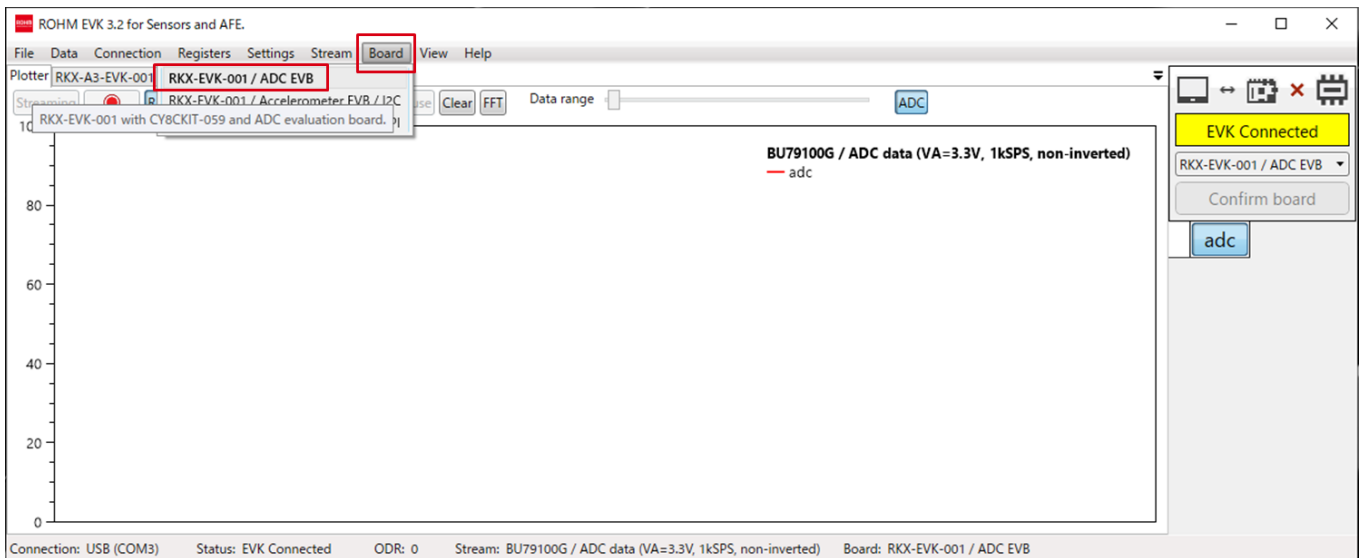

Figure 8. ROHM EVK GUI SW: “Board”メニュー
3. “Board”メニューから、“RKX-EVK-001 / ADC EVB” を選択 (Figure 8)